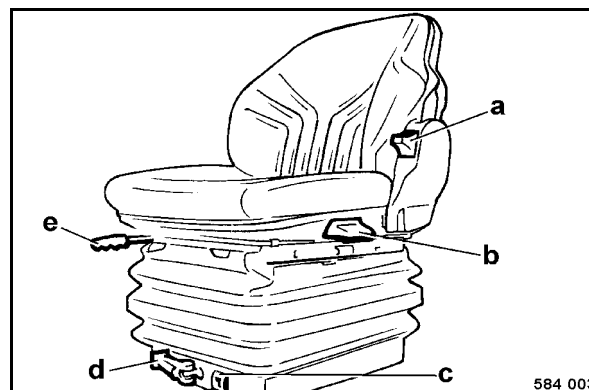

Fig. 72
- Tirer la manette e (Fig. 72) vers le haut et coulisser le siège vers l'avant ou l'arrière pour le régler dans la position désirée.